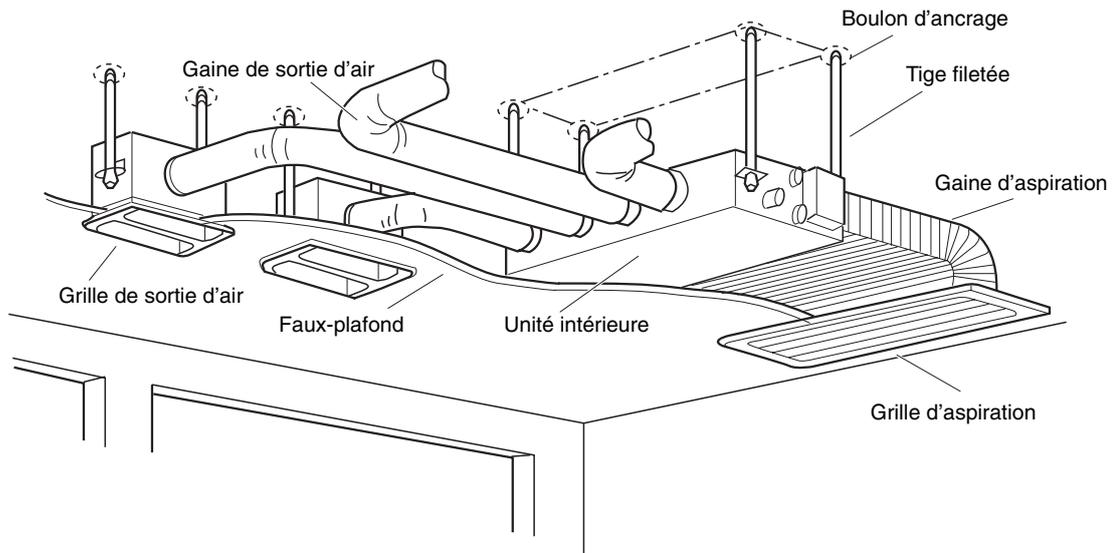

Fig. 3-88
- La figure 3-88 présente un exemple d'installation.